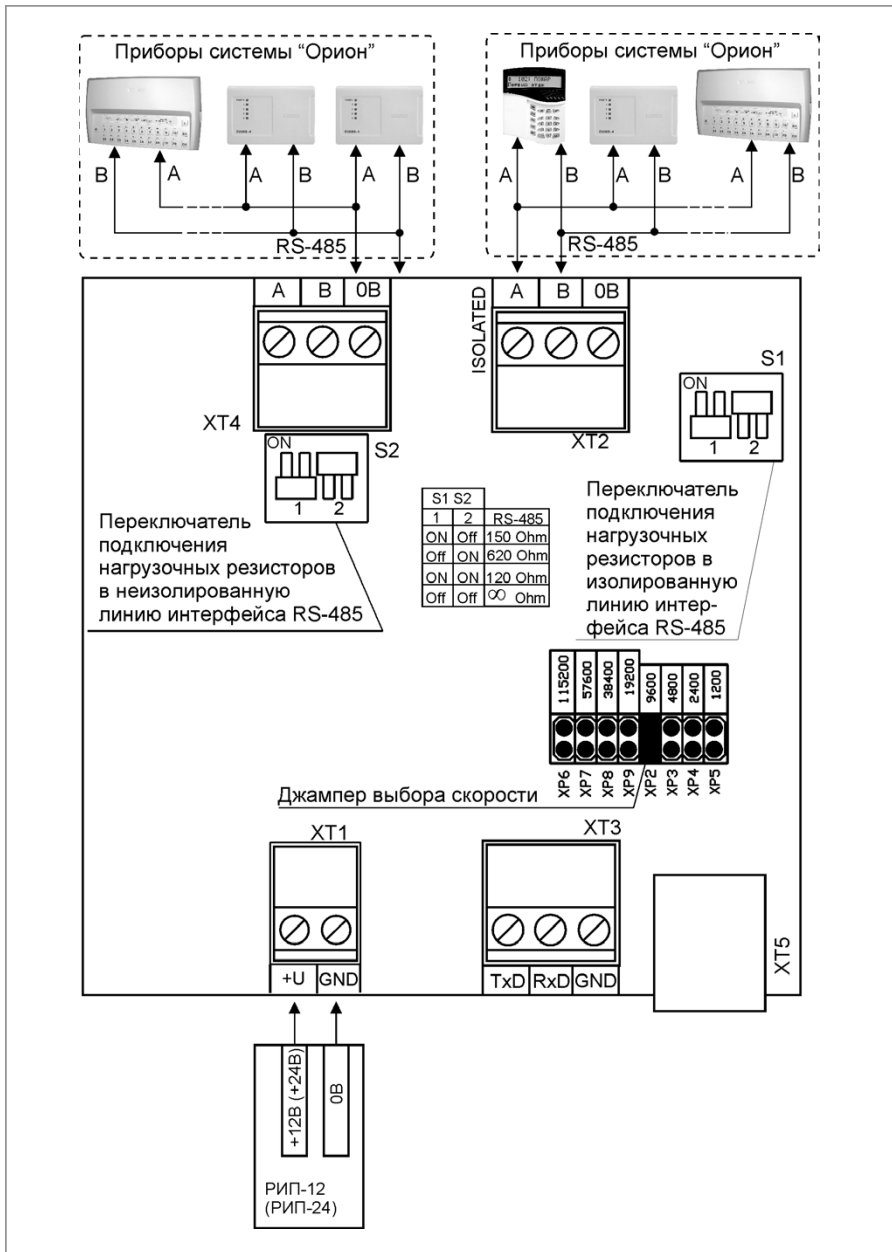

Рисунок 3. Схема внешних соединений «С2000-ПИ» в режиме повторителя интерфейса RS-485
- или в режиме повторителя интерфейса RS-485 (см. Рисунок 3).
2.1. Подайте напряжение питания на преобразователь и измерьте его значение мультиметром на клеммах «+U» и «GND» (при подключении по схеме на Рисунок 3).